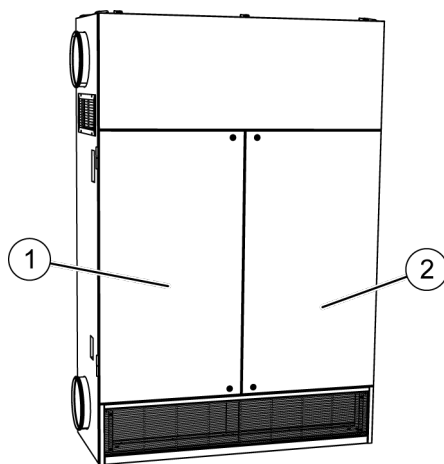

Abb. 114: Türen
1. ➔ Beide Türen (Abb. 114/1 und 2) mit einem 6-mm-Innen-sechskantschlüssel öffnen.